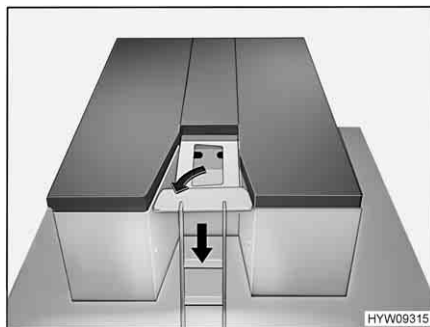

Fig. 80 Posizionamento di scala e supporto
- Estrarre la scaletta dall'ampliamento e appoggiarla sul pavimento. La scaletta è collegata all'ampliamento per mezzo di uno snodo (Fig. 80).
- Estrarre il supporto aggiuntivo dalla rientranza nell'ampliamento, ruotarlo e inserirlo come mostrato sopra la scala, nel profilo in alluminio (Fig. 80).